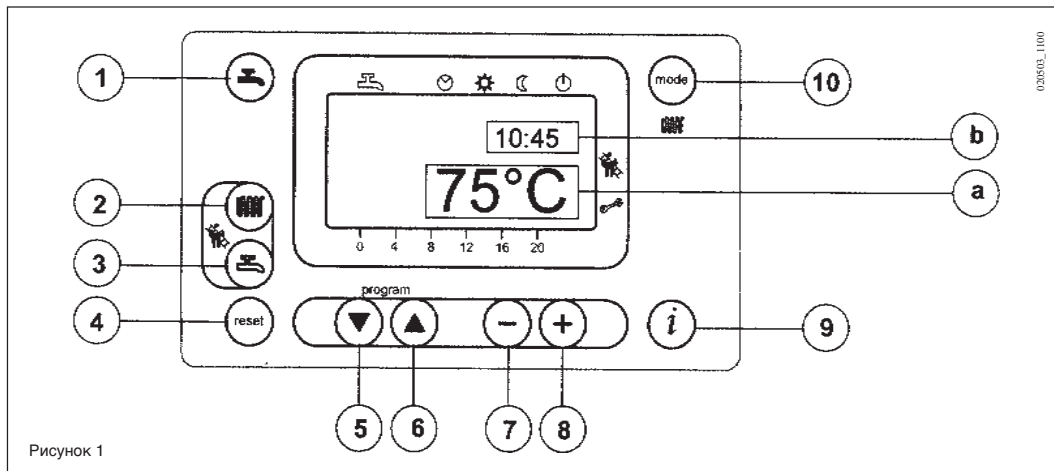

Рисунок 1
- Нажать кнопку (поз. 2 на рис. 1) для регулировки температуры воды системы отопления.
- Нажать одну из этих двух кнопок (поз. 1 или 10 на рис. 1) для записи заданного параметра в память и возврата к главному меню.
**Примечание** - Если к котлу подключен внешний зонд, при помощи кнопки (поз. 2 на рис. 1) можно смещать кривую отопления. Нажать кнопки для уменьшения или увеличения комнатной температуры обогреваемого помещения.
- Нажать кнопку (поз. 3 на рис. 1) для регулировки максимальной температуры хозяйственной воды.
На главный дисплей (см. рис. 1 а) аварийные сигнализации выводятся вместе с символом  (см. рис. 4).